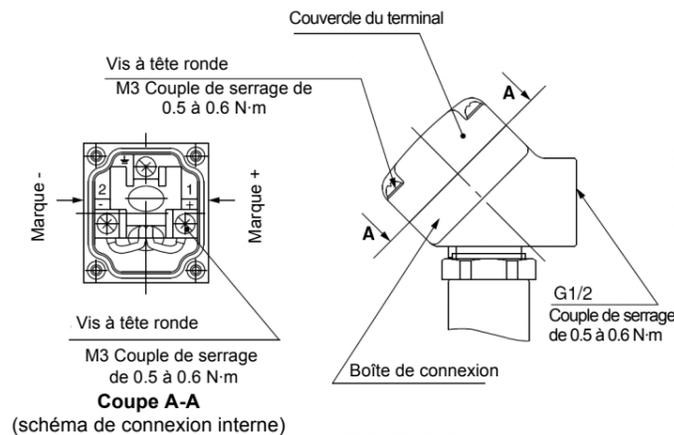

Figure 6
- Réalisez les connexions en respectant les repères indiqués en Figure 6.
- Serrez les vis et les raccords au couple recommandé sur la Figure 6.